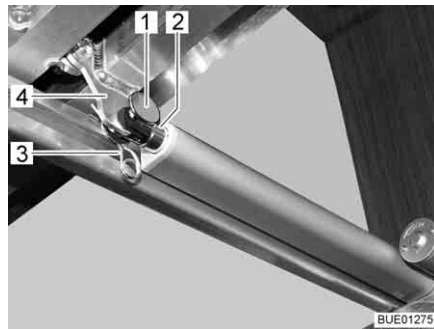

Fig. 104 Azionamento
- Rimuovere il collegamento (p. es. perno e spina a molla (Fig. 104,1 e 3)) tra biella (Fig. 104,2) e telaio portamaterasso (Fig. 104,4).